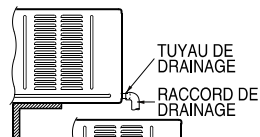

Fig. 1
2. Connectez un raccord de drainage d'un diamètre interne de 9/16" au tuyau de drainage tel qu'il est illustré dans la Fig. 1.